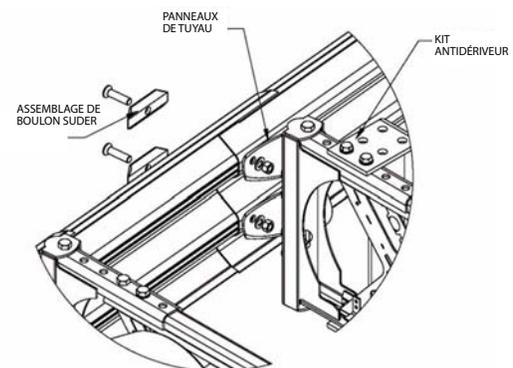
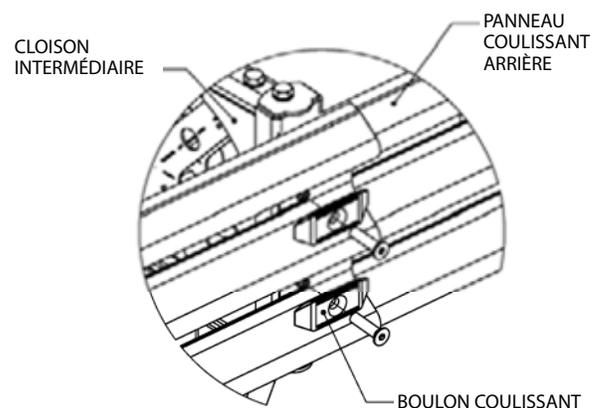

Figure 22 Fixation du panneau arrière
Figure 23 Fixation des panneaux latéraux
Installez les panneaux en les décalant de l'arrière vers l'avant de chaque côté. Installez les panneaux de bout en premier. Tout en maintenant le panneau de bout, superposez le panneau coulissant avant dessus et introduisez le boulon dans la fente, le panneau de bout et le panneau de tuyau (Figure 22). Ne serrez pas les écrous des boulons coulissants et continuez l'opération des deux côtés. Superposez le panneau coulissant avant suivant et introduisez le boulon dans la fente, dans le trou du panneau coulissant arrière et la cloison. Ne serrez pas les écrous des boulons coulissants et continuez l'opération des autres côtés (Figure 23). Si le segment requiert des panneaux imbriqués, continuez l'opération avec les (2) panneaux en les imbriquant l'un dans l'autre.